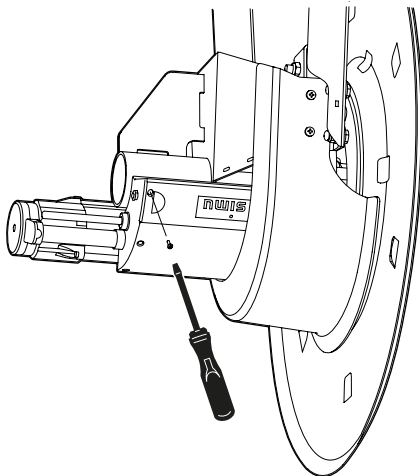

Fig. 12
1. Retirez les vis et ouvrez la trappe, voir **Fig. 12**.